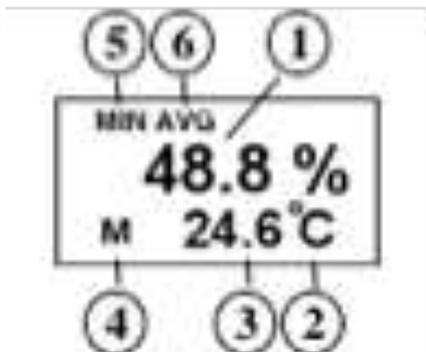

Рис.1
2. При нахождении прибора в выключенном состоянии удерживайте нажатой клавишу  и нажмите клавишу . Прибор включится с деактивированной функцией энергосбережения и не будет сам отключаться, пока пользователь не выключит его клавишей . На дисплее при этом будет отображен символ **M** (см. п.4, Рис.1).